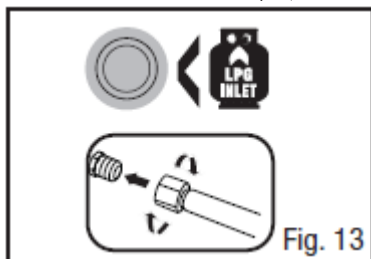

Рис. 13
3. Підключіть менший кінець газового шлангу LPG до регулятора LPG на генераторі, а потім щільно затягніть його гайковим ключем, щоб запобігти витоків (рис. 13).